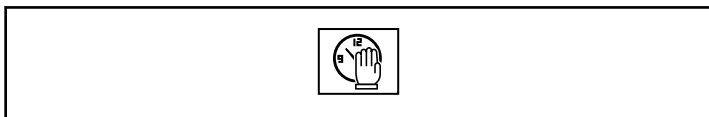
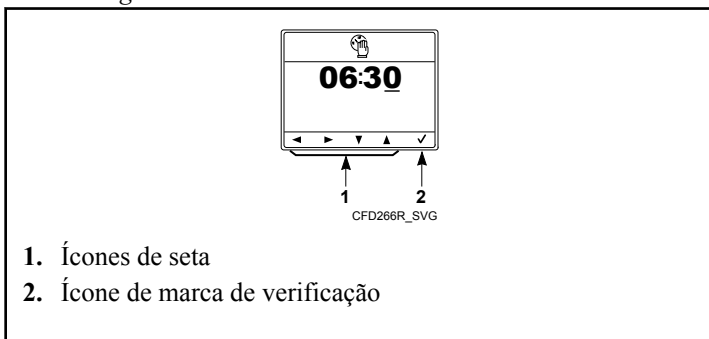

Figura 39
Figura 40
1. Aperte a tecla debaixo do ícone de tempo pré-definido de início do ciclo. Consulte a *Figura 39* . Aparece a tela tempo pré-definido de início do ciclo. Consulte a *Figura 40* .
2. Aperte as teclas debaixo dos ícones de seta para ajustar o horário de início do ciclo. Consulte a *Figura 40* . Aperte as teclas debaixo dos ícones de seta para esquerda e para direita para selecionar um número. Aperte as teclas debaixo dos ícones de seta para cima e para baixo para ajustar o número selecionado.